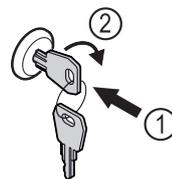

Fig. 207
- ▶ 按入钥匙。 Fig. 207 (1)
- ▶ 将钥匙顺时针转动 90°。 Fig. 207 (2)